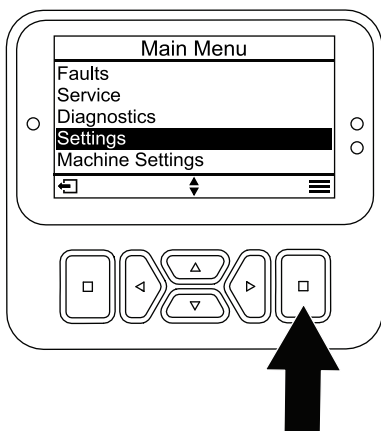

Bild 19
1. Blättern Sie vom HAUPTMENÜ zum Menü EINSTELLUNGEN und drücken Sie die Auswahl taste (Bild 19).